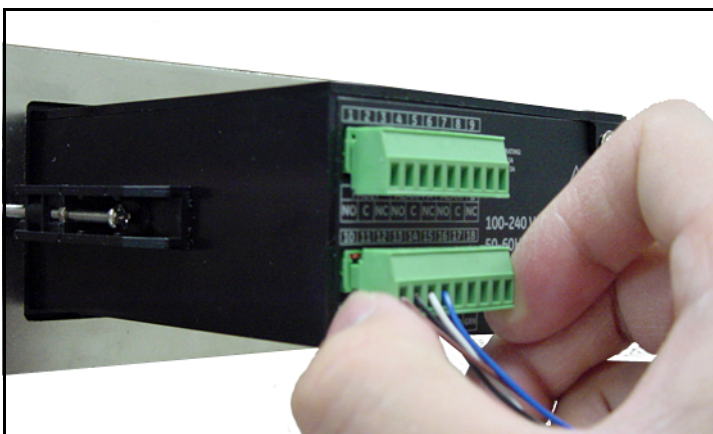

Рисунок 29: Повторная вставка соединителя в клеммную колодку
4. Снова вставьте соединитель в нижнюю клеммную колодку на задней стороне прибора dew.IQ (см. *Рисунок 29* ниже).